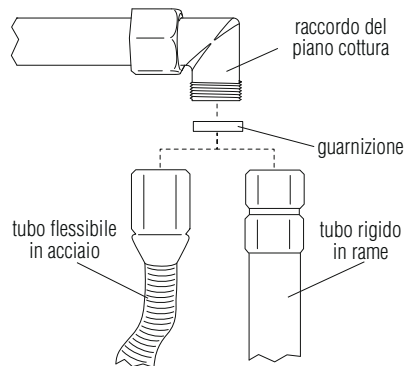

Fig.6: collegamento alla rete del gas
**Il collegamento alla rete del gas può essere effettuato con un tubo rigido in rame o con un tubo flessibile in acciaio** a parete continua e nel rispetto delle prescrizioni stabilite dalla norma in vigore [Fig.6]. In ogni caso **ogni tubo che si collega alla rete gas deve essere dotato di un rubinetto di intercettazione di sicurezza.**